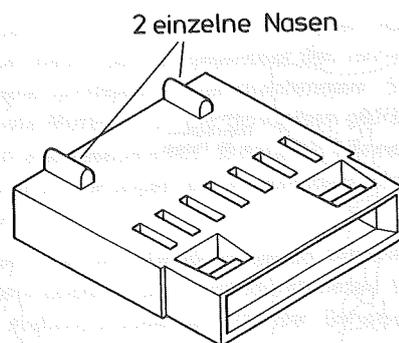
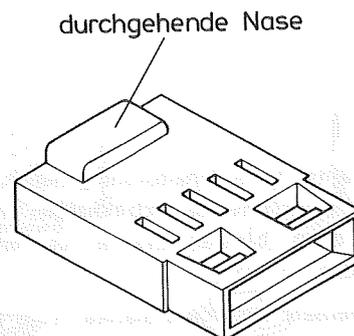
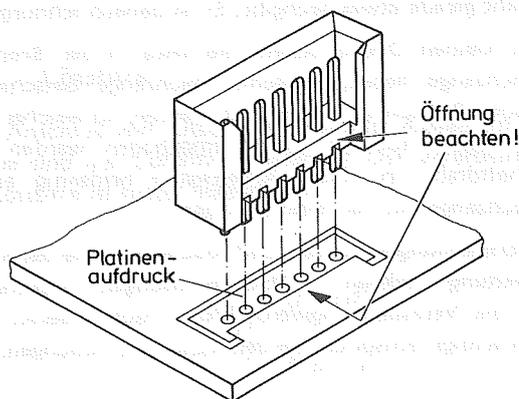
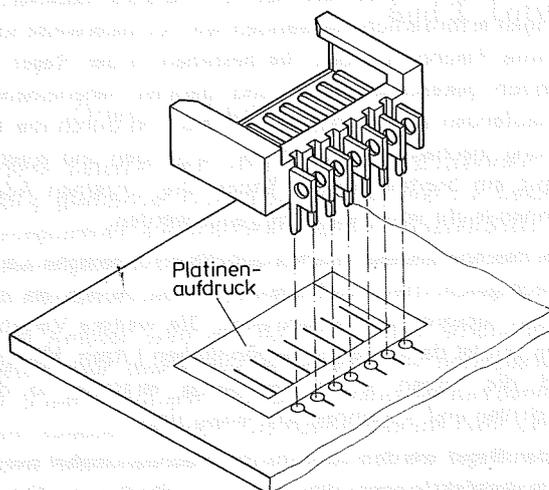

Bild 5. Steckverbinder für Flachbandkabel ohne Abschirmung
Bild 6. Steckverbinder für Flachbandkabel mit Abschirmung
Bild 7. Senkrechte Stiftwanne
Bild 8. Parallele Stiftwanne
3. Die Steckverbinder der Flachbandkabel **ohne** Abschirmung haben zwei einzelne Nasen als Markierung (Bild 5). Ausnahme: 2polige Steckverbinder haben grundsätzlich nur eine Nase. Die Steckverbinder der Flachbandkabel **mit** Abschirmung besitzen dagegen nur **eine** durchgehende Nase (Bild 6).
Hier haben wir vier verschiedene Elemente: Die senkrechte Stiftwanne (Bild 7), die parallele Stiftwanne (Bild 8) sowie Steckverbinder für Flachbandkabel ohne Abschirmung (Bild 5) und Steckverbinder für Flachbandkabel mit Abschirmung (Bild 6).
Die Stiftwannen müssen unbedingt wie im Aufdruck angegeben eingelötet werden: Öffnung beachten! (siehe Bild 7)